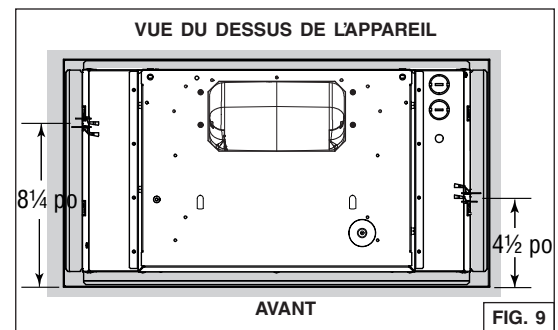
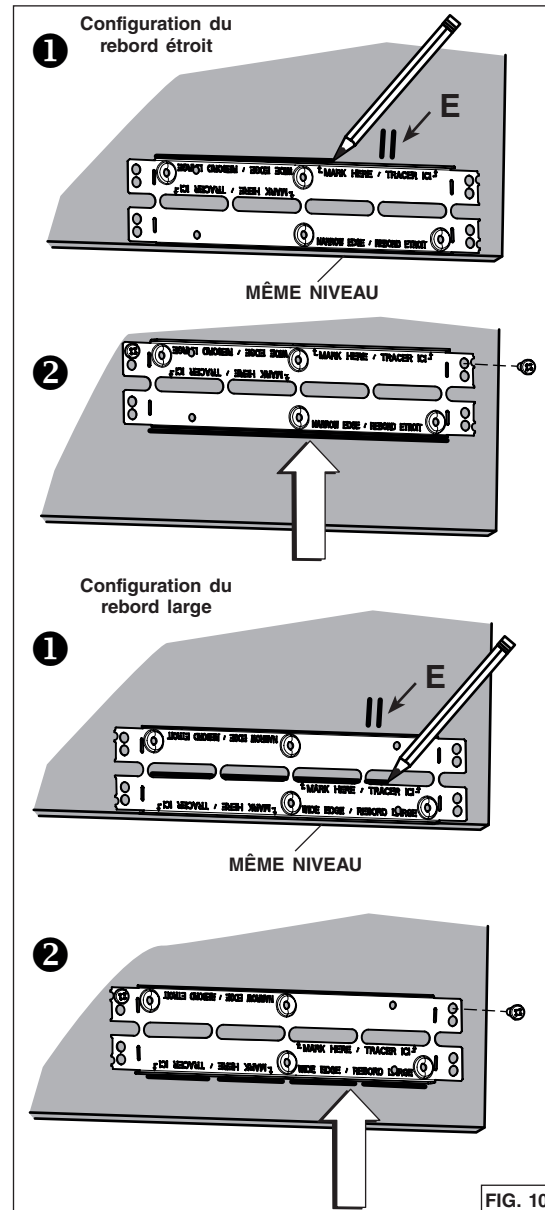

FIG. 9
FIG. 10
- Repérer l'emplacement des crochets *Ease of Install* sur l'appareil (distance donnée à partir du rebord avant, FIG. 9). Mesurer et marquer, sur les deux côtés de l'armoire, l'emplacement des crochets *Ease of Install* (illustré en **E** dans la FIG. 10 en page suivante)
6. Installer les supports d'armoire comme suit (FIG. 10) :
- ❶ Placer le support au même niveau que le bas du panneau droit de l'armoire, en centrant la marque de l'emplacement des crochets (**E**) entre les trous en relief inférieurs. Pour la configuration du rebord étroit, tracer une ligne sur le dessus du support. Pour la configuration du rebord large, tracer une ligne à la base des fentes centrales.
- ❷ Monter le support au même niveau que la ligne tracée. Fixer le support au panneau de côté de l'armoire à l'aide de 2 vis à bois n° 8 x 5/8 po (incluses dans le sac de pièces) dans les trous supérieurs.